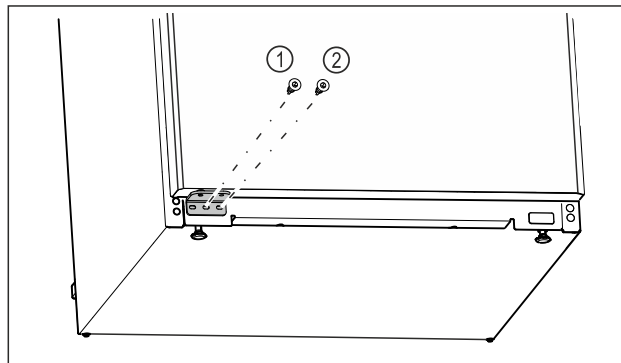

Fig. 25
- ▶ Затегнете централния винт на лагерната стойка Fig. 25 (1) с отвертка Torx 20.
- ▶ Затегнете вътрешния винт на лагерната стойка Fig. 25 (2) с отвертка Torx 20.